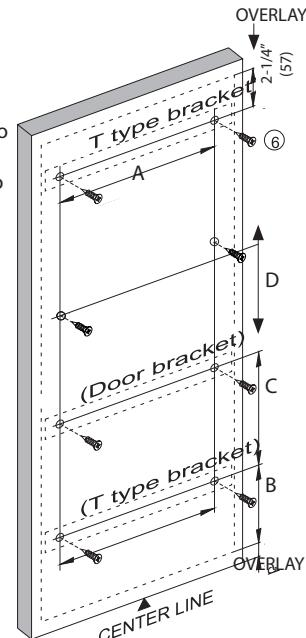

fig. 9
11) Reportez-vous à la figure 9. La première étape consiste à calculer le recouvrement. Mesurez la porte, puis mesurez l'ouverture de l'armoire. Recouvrement = Largeur de la porte moins l'ouverture de l'armoire divisé par 2. Par exemple, la porte a 12 1/2" de largeur, l'ouverture est de 12". 12 1/2" - 12" = 1/2", puis diviser par 2. Le recouvrement est de 1/4".